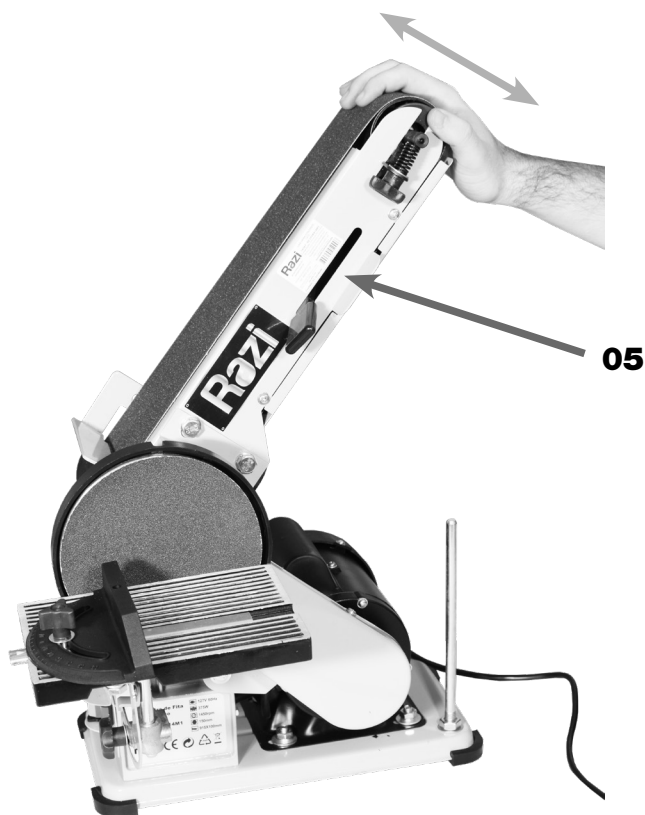

Figura 25 - Posicionamento da Mesa da Lixa de Fita
3. POSICIONAR a Mesa da Lixa de Fita (05) na inclinação desejada (figura 25);
4. APERTAR as Porcas (18).